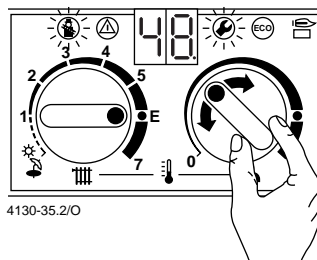

Fig. 40
- Ruotare il selettore d'impostazione della temperatura d'acqua calda sanitaria tutto a sinistra. I pulsanti spazzacamino e di servizio lampeggiano (fig. 40).